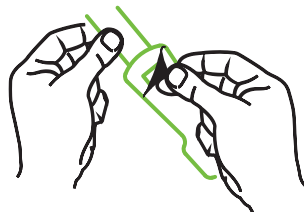

Figura 12-10 Retirada del material de protección del sensor
- 2 Retire y deseche el material de protección del sensor (Figura 12-10).